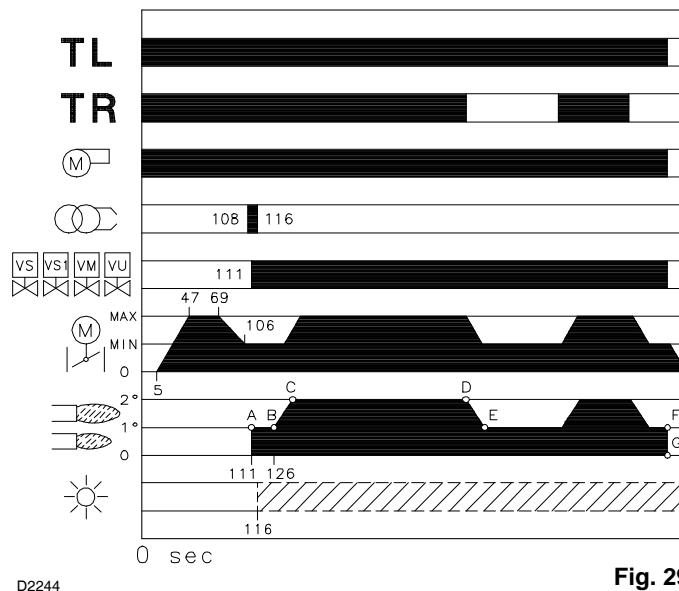

Fig. 29
8.3.1 Burner starting (Fig. 29) - (Fig. 30)
8.3.2 Steady state operation (Fig. 29)